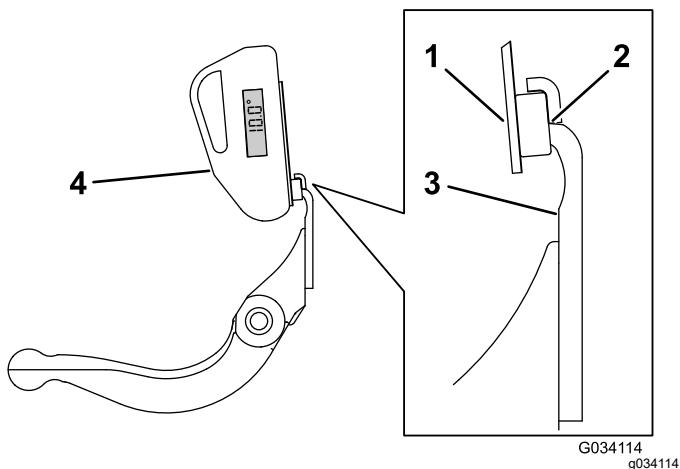

图 25
3. 将角度指示器底座放在底刀边缘上以使磁体边缘与底刀边缘紧密配合 **图 25**。
4. 如 **图 25** 所示将角度指示器放置到底座上。